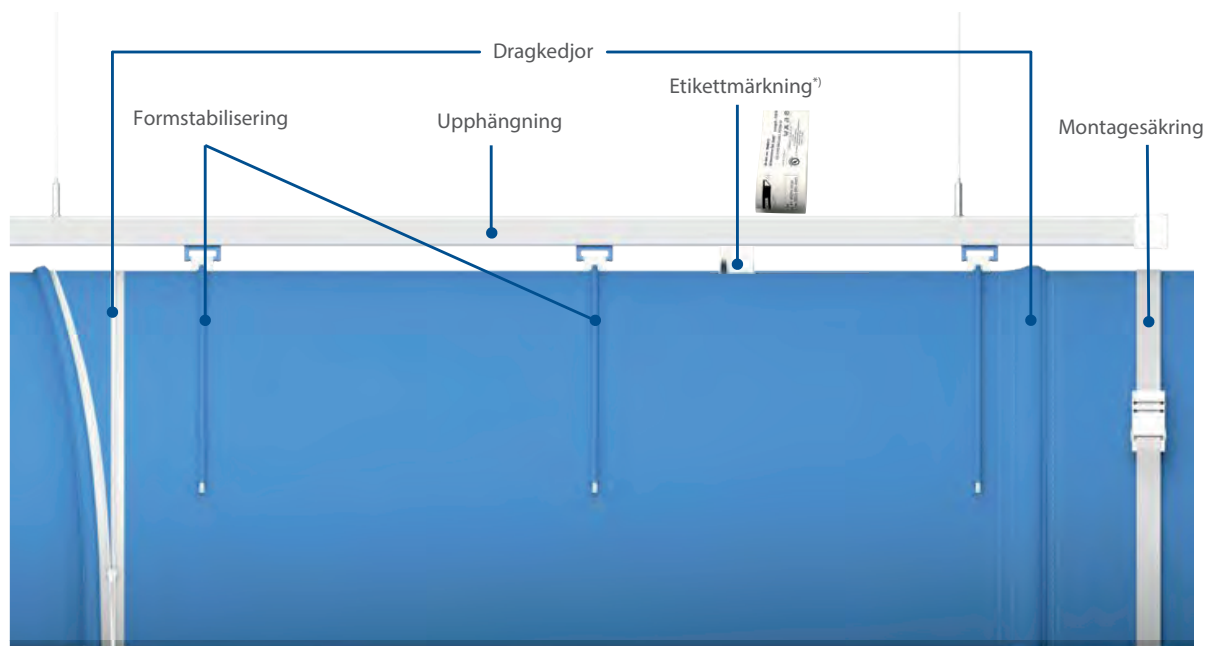

Bild 8. Exempel på detaljkomponenter i textilsystem FabricAir®. Systemets genomtänkta detaljer medger både snabb installation och förenklar skötsel.
- Varje kanalsektion ansluts med en kraftig dragkedja som därefter täcks under en extra söm. Detta bidrar till både enkelt montage och underhåll (bild 8).
- Kanalsystemets anslutningar mot metallkomponenter, t ex aggregat säkras med en hållbar fästrem (bild 8) som alltid ingår i leverans, vilket ytterligare sänker installationskostnaderna.